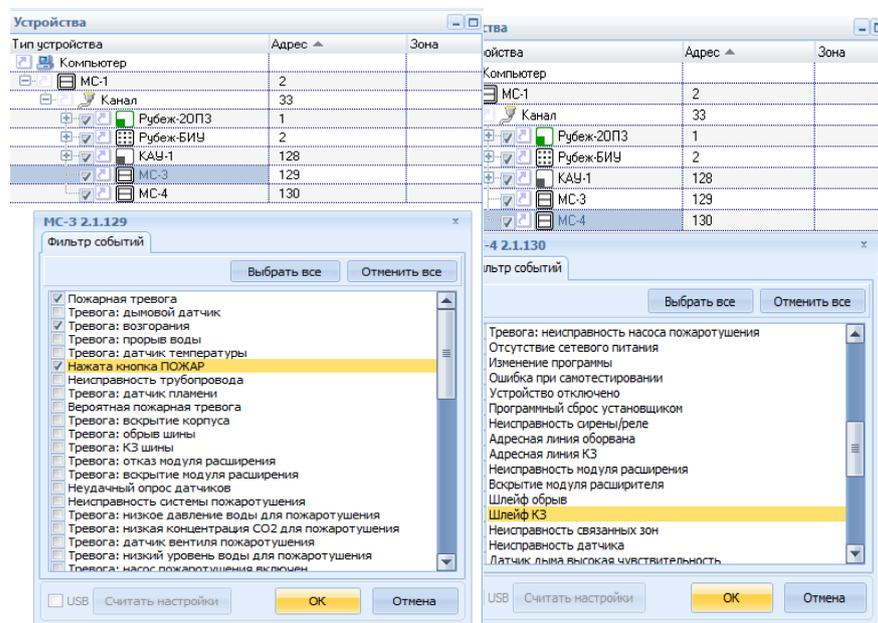

Рисунок 5.16 – Окно «Фильтр событий» для МС-3 и МС-4
- 4) Для настройки модуля сопряжения правой кнопкой мыши необходимо вызвать контекстное меню и выбрать строку «Свойства». В открывшемся окне следует выбрать события для передачи модулем сопряжения (рисунок 5.16).